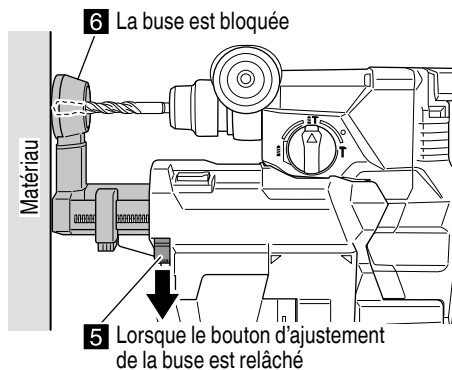

Fig. 7
- (4) Relâcher le bouton d'ajustement de la buse pour verrouiller la position de la buse. (Fig. 7)